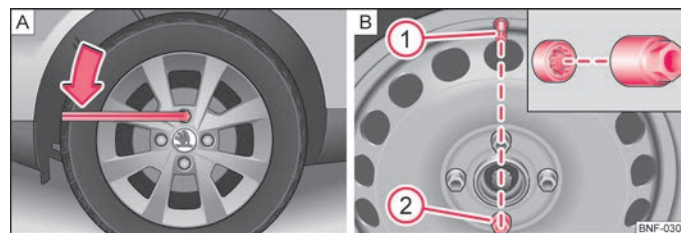

Fig. 104 Hjulskift: Sådan løsnes hjulboltene. / Låseboltens placering
- Tag fat i enden af nøglen, og skru bolten ca. **en** omdrejning i pilens retning → Fig. 104 – A.